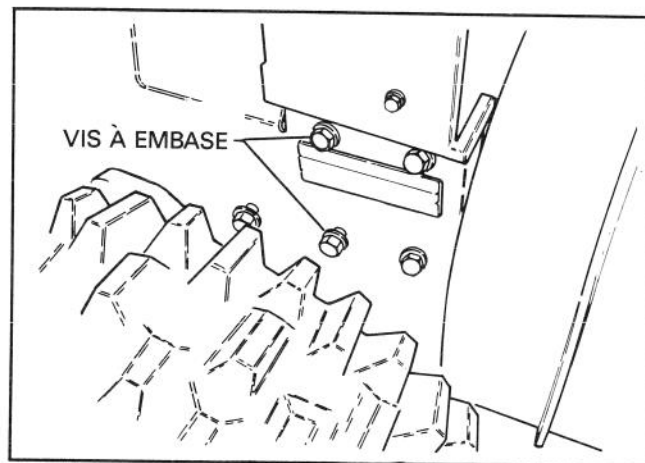

Figure 6
7. Retirez et jetez les boulons à tête à embase qui tiennent l'ensemble de poulies folles au châssis du moteur (fig. 6).